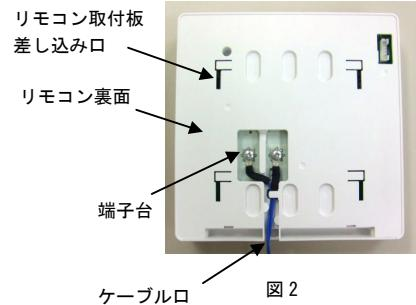

図2 ケーブルロップ
- リモコンコードを端子台に接続し、ケーブルロップより引き出してください。 (図2)